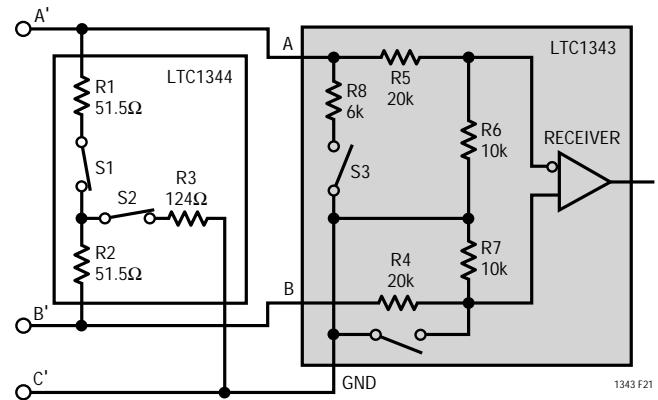

図21. V.35レシーバ構成
V.35モードでは図21に示すとおり、LTC1344内のスイッチS1とS2がオンになります。Tネットワーク・インピーダンス接続となります。LTC1343内の2つのスイッチはオフです。レシーバの30k入力インピーダンスがTネットワーク終端と並列に配置されますが、総合入力インピーダンスに大きく影響することはありません。